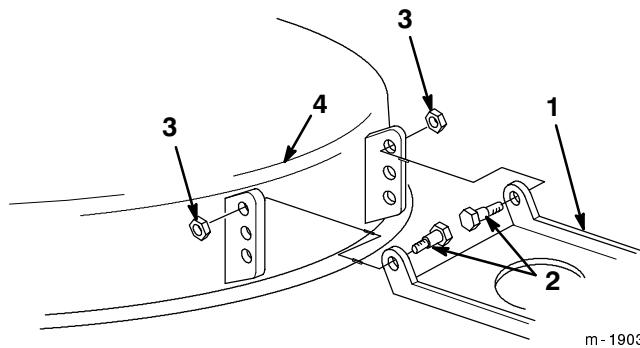

Figure 49
11. S'il n'y a pas moyen d'obtenir l'inclinaison de 6 à 16 mm (1/4-5/8") à l'aide des écrous de réglage d'inclinaison, modifier l'accrochage du plateau de coupe au pivot (Fig. 49).
12. Retirer les boulons à embase et écrous du plateau de coupe (Fig. 49).
13. Placer le pivot un trou plus bas, et le rattacher à l'aide des boulons à embase et écrous (Fig. 49).